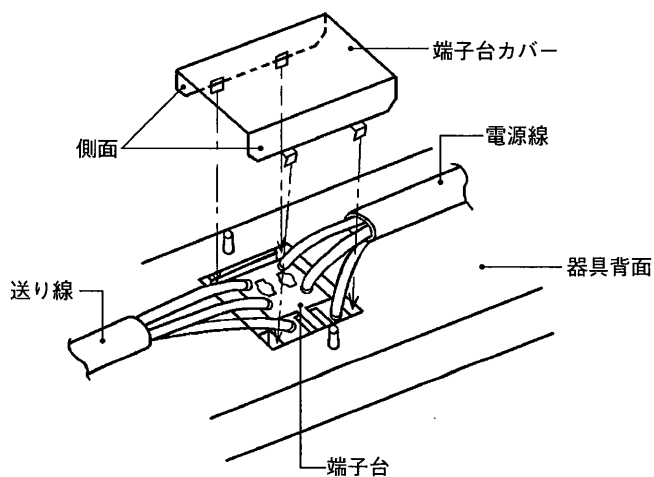

図 1
- ① 端子台カバーは、器具本体(器具背面)より外してあります。ご注意ください。
- ② 図1・図2のとおり、電源線・送り線を接続した後、端子台カバー側面的一方をはめ込み、他方を矢印の方向に押し、端子台カバーを器具背面に確実に取り付けてください。